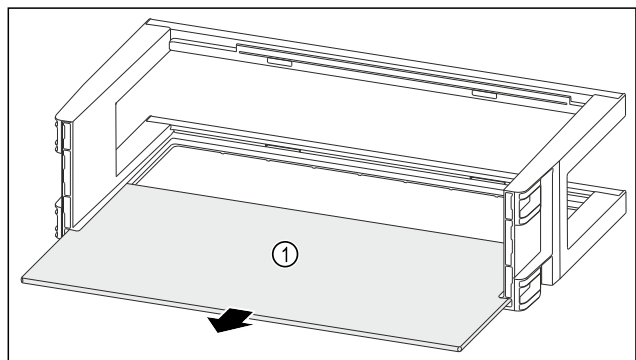

Fig. 120
- ▶ Извлеките съемную полку Fig. 120 (1).